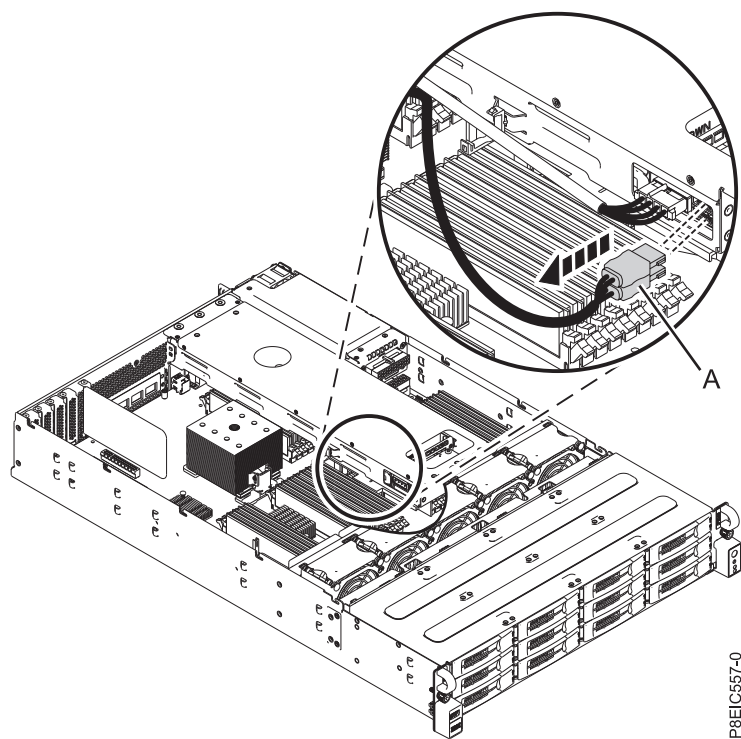

図 39. 背面ドライブ・トレイ・アセンブリーからのドライブ信号ケーブルの切り離し
3. 背面ドライブ・トレイ・アセンブリーからドライブ信号ケーブル (A) を切り離して、取り外します (図 39 を参照)。